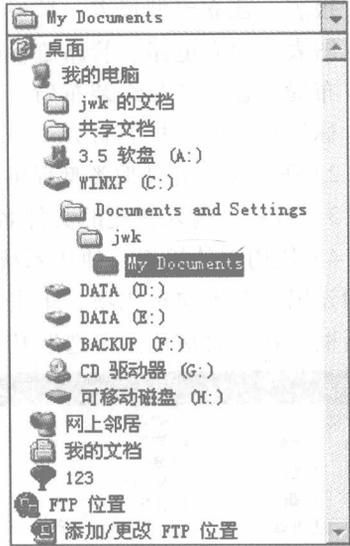

图 1-12 查找范围对话框
1) 查找范围：单击该栏中的下拉按钮，列出文件所在的可能位置；我的电脑、共享文件夹、磁盘目录、网上邻居等，如图 1-12 所示。